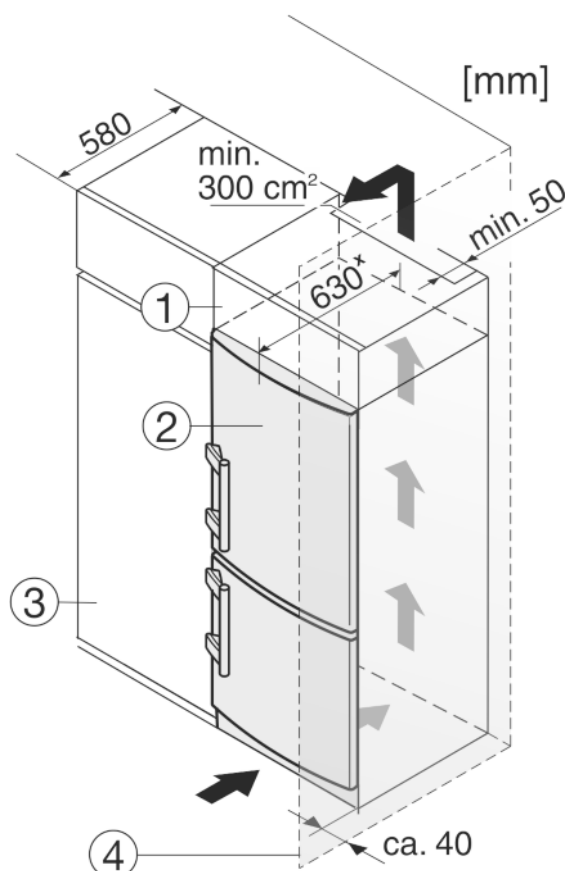

Fig. 26
- (1) Дополнительный шкафчик
- (2) Устройство
- (3) Кухонный шкаф
- (4) Стенка
Устройство может быть окружено предметами кухонной обстановки. Чтобы уравнивать устройство Fig. 26 (2) по высоте с кухонной стенкой, можно установить над устройством соответствующий дополнительный шкафчик Fig. 26 (1).
При комбинировании с кухонными шкафами (глубина макс. 580 мм) устройство можно установить непосредственно рядом с кухонным шкафом Fig. 26 (3). Устройство выступает сбоку на 34 мм* и по центру на 50 мм* относительно передней стенки кухонного шкафа.
Если устройство установлено на шарнирах у стены Fig. 26 (4), то расстояние между устройством и стеной должно быть не менее 40 мм. Настолько выступает ручка при открытой дверце.